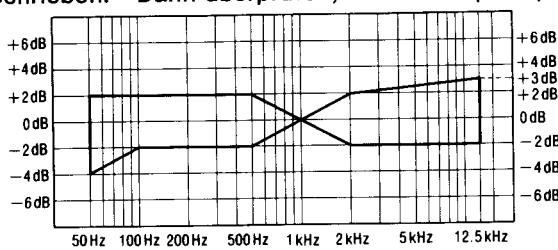

Abb. 9
- Das in Schritt 3 aufgezeichnete Signal wiedergeben und prüfen, ob der Pegel jeder Ausgangsfrequenz im Bereich liegt, der in Abb. 9 in Vergleich zur Referenzfrequenz (1kHz) gezeigt wird.